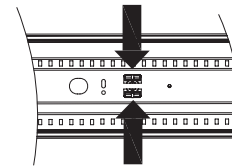

Fig 3.
6. Squeeze clips holding LED PCB and remove it (Fig 3).
6. Appuyez sur les clips qui maintiennent le PCB LED et retirez-le (Fig 3).